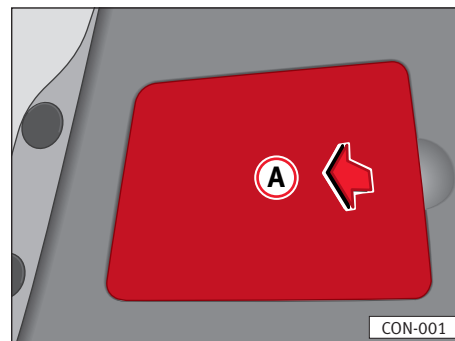

Fig. 157
- Retirar a cobertura de plástico ⇒ fig. 157 A, introduzindo o dedo na fenda e puxando no sentido da seta.